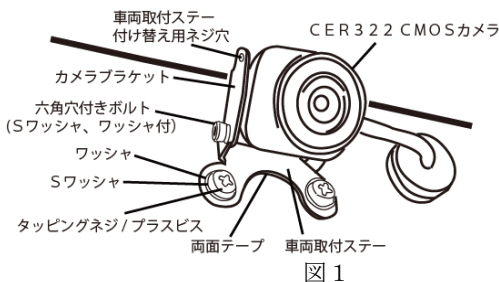

図 1
- ① 車輛に取り付けされている取扱終了品の旧カメラを、カメラ延長コードから外し、車輛から取り外してください。
- ② 必要に応じて、CER 3 2 2 CMOSカメラのコードを通す穴及び、カメラブラケットを固定する穴の位置決めをして、穴開け加工をしてください(図1参照)。
- ⑤ CER 3 2 2 CMOSカメラの角度を調整する場合は、六角穴付きボルト(Sワッシャ、ワッシャ付)を反時計回転方向に回して緩め、任意の角度に調整してください。調整後、六角穴付きボルト(Sワッシャ、ワッシャ付)を時計回転方向に回して確実に締め付けてください(図1参照)。
- ⑥ 車両取付ステーの位置を変更する場合は、六角穴付きボルト(Sワッシャ、ワッシャ付)を反時計回転方向に回して取り外しカメラブラケットから車両取付ステーを取り外してください。取り外した車両取付ステーをカメラブラケットの車両取付ステー付け替え用ネジ穴へ、取り外しと逆の手順で確実に締め付けてください(図1参照)。